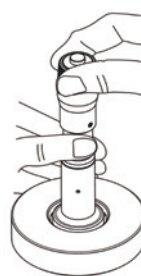

Fig. 2
1. Antes de aplicar a força de medição, posicione o instrumento no furo encostando suavemente as pontas de contato. Em seguida, opere a catraca de 5 a 6 vezes (o que equivale a 2 ou 3 voltas) aplicando assim a força de medição constante. **(Fig. 2)**